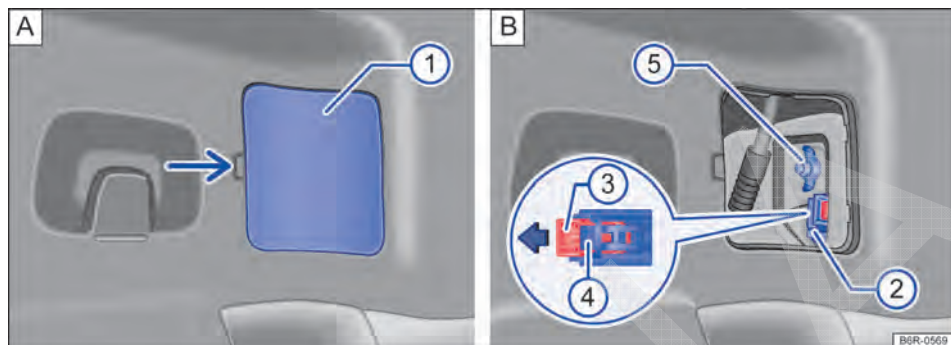

Fig. 149 Lateralmente no compartimento de bagagem: A: desinstalar a cobertura, B: remover a lanterna traseira.
3. Remover com cuidado a cobertura ① → Fig. 149 A.
4. Retirar o conector de alimentação, primeiramente puxar a trava vermelha ③ no conector ② no sentido da seta → Fig. 149 B. Para auxiliar, utilizar uma chave de fenda.
5. Pressionar o travamento ④ e retirar o conector ② → Fig. 149 B.
6. Soltar o parafuso borboleta ⑤ → Fig. 149 B e retirá-lo, segurando ao mesmo tempo, a lanterna traseira.
17. Segurar a lanterna traseira na posição de montagem com uma das mãos e, aparafusar com a outra o parafuso borboleta ⑤ → Fig. 149 B.
19. Colocar o conector ② no suporte das lâmpada e pressionar o travamento ③ na direção contrária da seta no conector → Fig. 149 B.